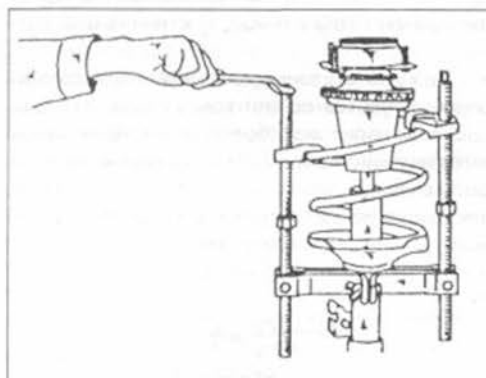

Рис.182.
- Пользуясь рис. 182, сжать винтовую пружину подходящим способом, пока пружину можно будет вынуть из обеих седловин.